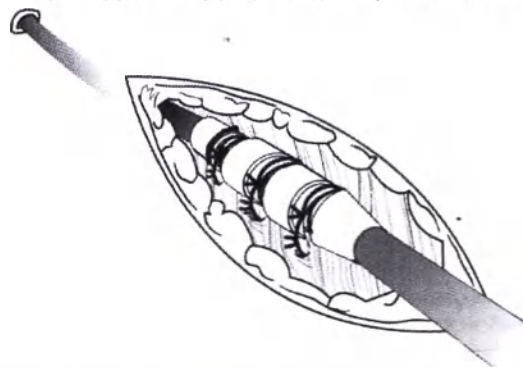

Рисунок 13. Пример фиксирующей муфты, методика чрескожной имплантации
1. Снимите оболочку интродьюсера и продвиньте фиксирующую муфту глубоко в ткань (Рисунок 13 Пример фиксирующей муфты, методика чрескожной имплантации).